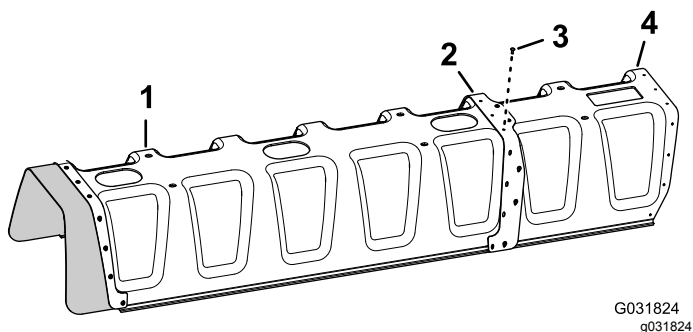

Figura 148
4. Prenda a extensão da cobertura na cobertura da secção de 11 bicos (Figura 148) com 11 rebites cegos (Peça Toro N.º 114439).